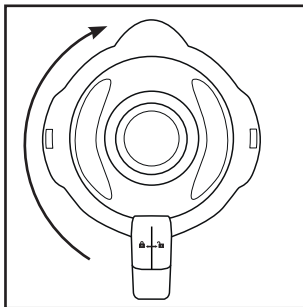

Fig.2
- 4) Volte a colocar a tampa ② desalinhada no copo misturador ③ e pressione-a firmemente. Feche a tampa ②, rodando-a no sentido dos ponteiros do relógio, para a posição  até ela encaixar de forma audível (ver fig. 2). Verifique se o bico de esvaziamento no copo misturador ③ está fechado. O motor só pode arrancar quando a tampa ② estiver corretamente alinhada.